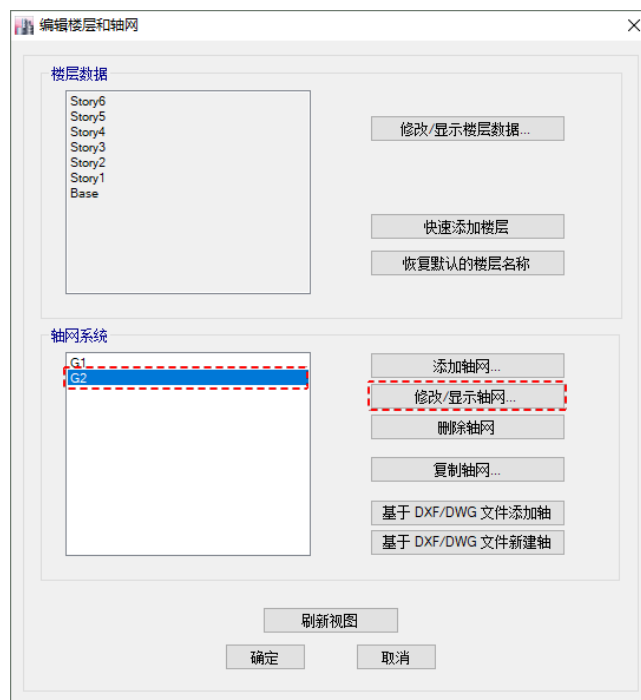

图 2-5 编辑楼层和轴网对话框
3. 点击**确定**按钮，返回图 2-5 所示的对话框。
4. 在图 2-5 中的轴网系统中选中 **G2**，点击**修改/显示轴网**按钮，弹出轴网数据对话框，在该对话框中进行如图 2-6 所示的编辑。